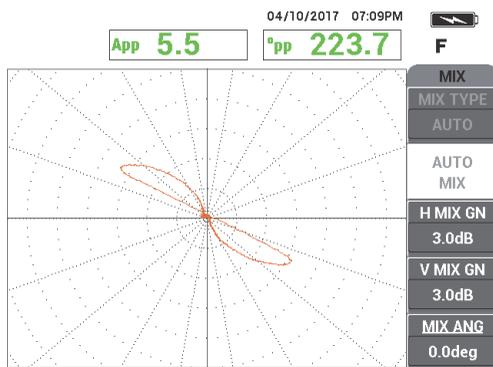

Рис. 5-171 Сигнал от сквозного отверстия после АВТО|МИКС.
7. Медленно просканируйте сквозное отверстие 1,3 мм, используя при необходимости педаль ERASE для очистки экрана. При отображении сигнала от отверстия на экране NORTEC 600 нажмите клавишу FREEZE (❄) [см. Рис. 5-171 на стр. 263].